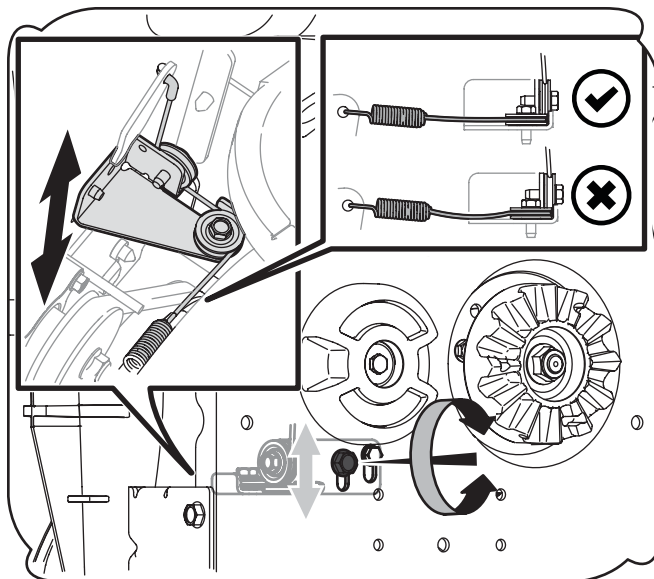

Figura 6-2
3. Observando la placa de montaje posterior del accesorio quitanieve, afloje (*pero no extraiga*) el tornillo hexagonal izquierdo que se muestra en la Figura 6-2.
4. En el frente de la placa de montaje, mueva la guía tensora del cable hacia arriba o abajo para eliminar la holgura del cable de transmisión de la barrena. Consulte el recuadro izquierdo de la Figura 6-2.
**Nota:** Asegúrese de que el ajuste no aplica ningún tipo de presión sobre el cable y el brazo del actuador. Este ajuste se realiza simplemente para eliminar el exceso de holgura del cable de la barrena como se indica en el recuadro izquierdo de la Figura 6-2.